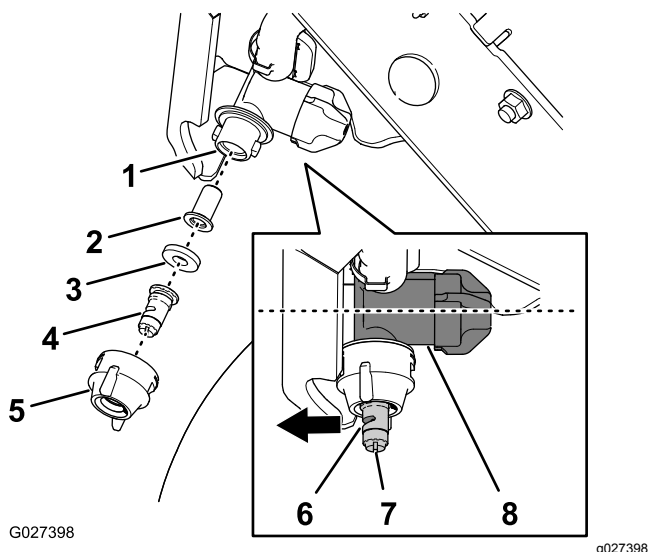

Figura 53
1. Gire el tapón de la boquilla 90° en sentido antihorario y retire el tapón del cuerpo de la boquilla (Figura 53).
2. Retire la punta, la junta y el filtro de la carcasa de la boquilla (Figura 53).
4. Monte el filtro en el cuerpo de la boquilla (Figura 53).
5. Monte la punta y la junta en el tapón de la boquilla (Figura 53).
6. Instale la punta, la junta y el tapón en el cuerpo de la boquilla (Figura 53).
Nota: Utilice la ranura para girar el atomizador (Figura 53) de la punta hacia adelante (en línea
7. Gire el tapón de la boquilla 90° en sentido horario (Figura 53).